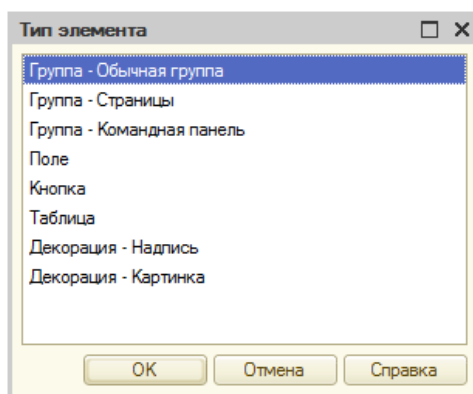

Рисунок 8.8- Добавление новой группы на форму
7. Добавим еще один реквизит – назовем его **ИмяСправочника**, тип Строка, длина – 100. Сюда пользователь будет вводить имя справочника, в котором он хочет создать новый элемент. На нашей форме теперь имеются три логически связанных элемента. Удобно объединить их в одну группу, чтобы пользователь сразу мог понять, что они работают вместе. Для этого можно сгруппировать элементы. В командной панели вкладки **Элементы** нажмем на кнопку **Добавить**, появится окно – **Тип элемента** (Рисунок 8.8.), среди списка элементов, представленных в котором, можно найти несколько видов групп.